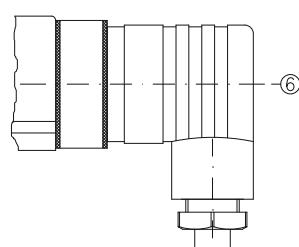

Fig. 12
- ↳ Enficher la boîte de raccordement ② dans le connecteur de l'appareil ① et serrer la vis centrale ⑥ (→ Fig. 12).